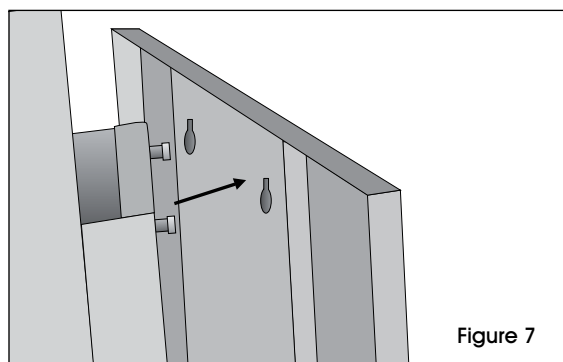

Figure 7
2. Alignez les deux boulons supérieurs avec les trous des boulons à encoches en haut du chariot et accrochez-le en place. (Voir Figure 7)